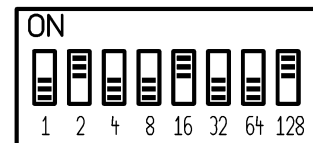

Abb. 2:
Der Dipschalter zum Einstellen der Adresse befindet sich vorne am JDB6410. Die Adresse wird binär-codiert dargestellt und errechnet sich als Summe der auf ON gestellten Wertigkeiten. Beispiel: Wenn der zweite (2), der fünfte (16) und der achte (128) DIP-Schalter auf ON stehen, dann ist die Bus-Adresse des Gerätes 146 ($2 + 16 + 128 = 146$). Siehe Abb. 2.